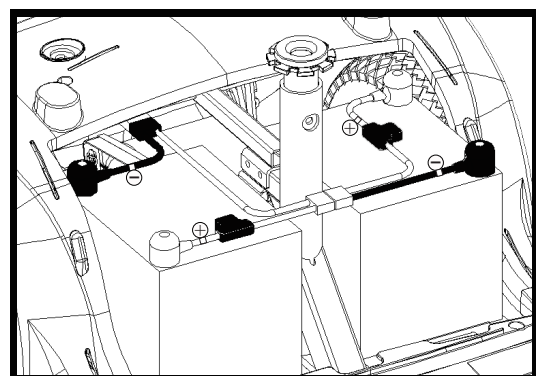

Abbildung 10. Entnehmen/Installieren der Batterien
3. Trennen Sie die Batteriekabel ab, indem Sie sie senkrecht nach oben ziehen. **Siehe Abbildung 10.**